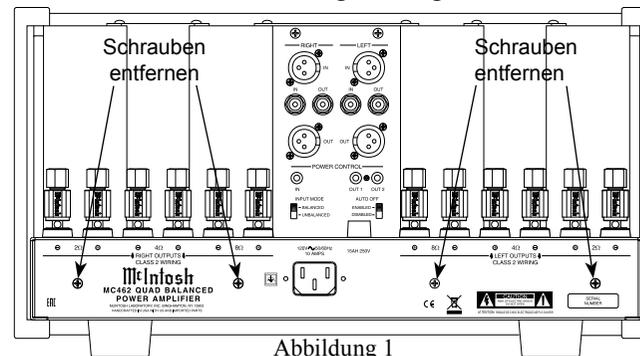

Abbildung 1
3. Nehmen Sie einen passenden Kreuzschlitz-Schraubendreher zur Hand, um die vier Schrauben am unteren Ende der Rückwand des MC462 zu entfernen, und legen diese an einer sicheren Stelle ab. Siehe Abbildung 1.
5. Nehmen Sie einen passenden Kreuzschlitz-Schraubendreher zur Hand, um die vier Schrauben am unteren Ende der Rückwand des MC462 zu entfernen und legen diese an einer sicheren Stelle ab. Siehe Abbildung 1.